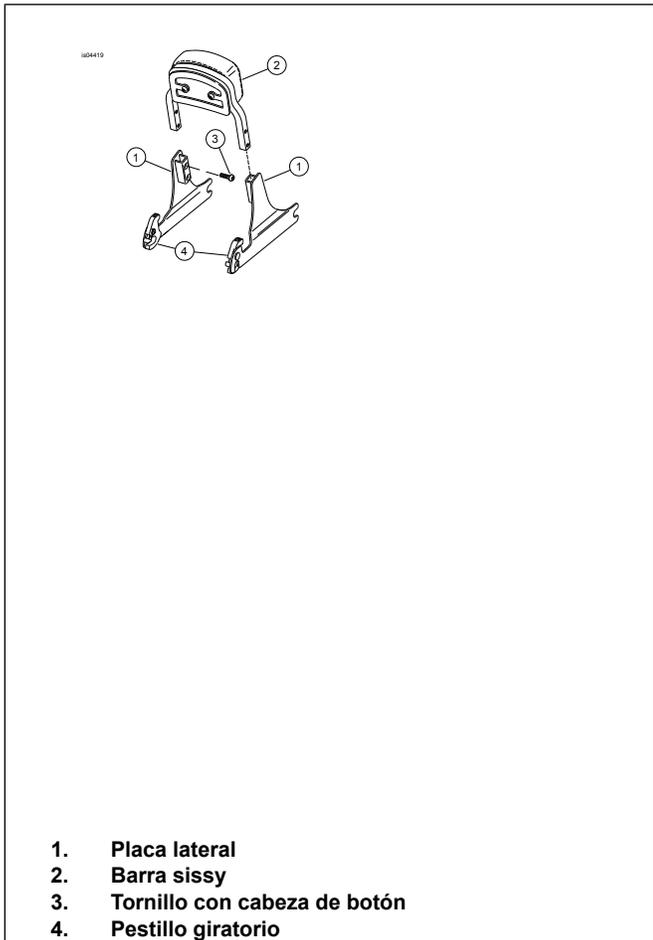

Figura 1. Conjunto de placa lateral desmontable de la barra sissy
1. Vea Figura 1. Instale la barra sissy nueva o existente (2) en las placas laterales desmontables (1), usando los cuatro tornillos con cabeza de botón (3) del kit. Aplique Loctite 243 (azul) a la rosca de los tornillos, antes de la instalación. Apriete los tornillos a 11–14 N·m (96–120 in-lbs).